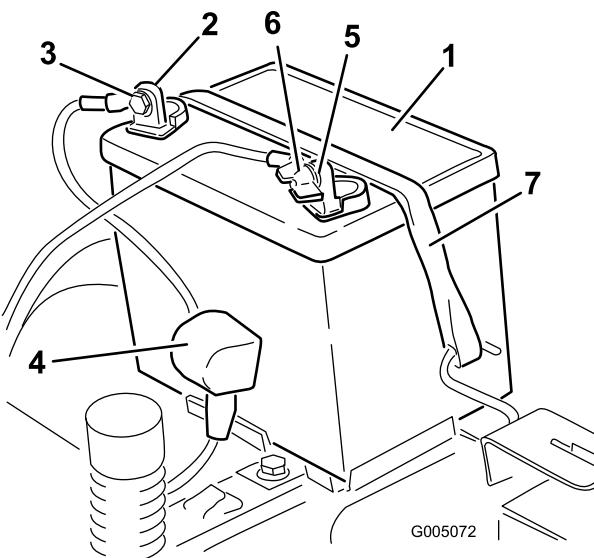

Figure 44
5. Repoussez le capuchon en caoutchouc sur le câble positif (rouge). Débranchez le câble positif (rouge) de la borne de la batterie (Figure 44). Mettez les fixations de côté.
6. Enlevez la sangle de maintien de la batterie (Figure 44) et ôtez la batterie de son support.
4. Débranchez le câble négatif (noir) de mise à la masse de la borne de la batterie (Figure 44). Mettez les fixations de côté.
- Placez la batterie sur son support (Figure 44).
- Fixez la batterie en place à l'aide de la sangle de maintien (Figure 44).